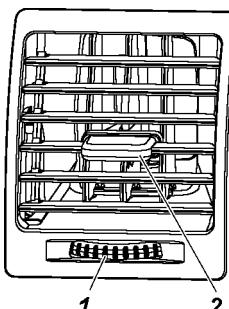

Рис. 3.13. Сопло обдува:
-  -обдув ветрового стекла, передних боковых стекол и салона через сопла обдува, если открыты заслонки (см. рис. 3.13);
Направление потоков воздуха можно изменять с помощью рычажков 2 (см. рис. 3.13) на соплах обдува.